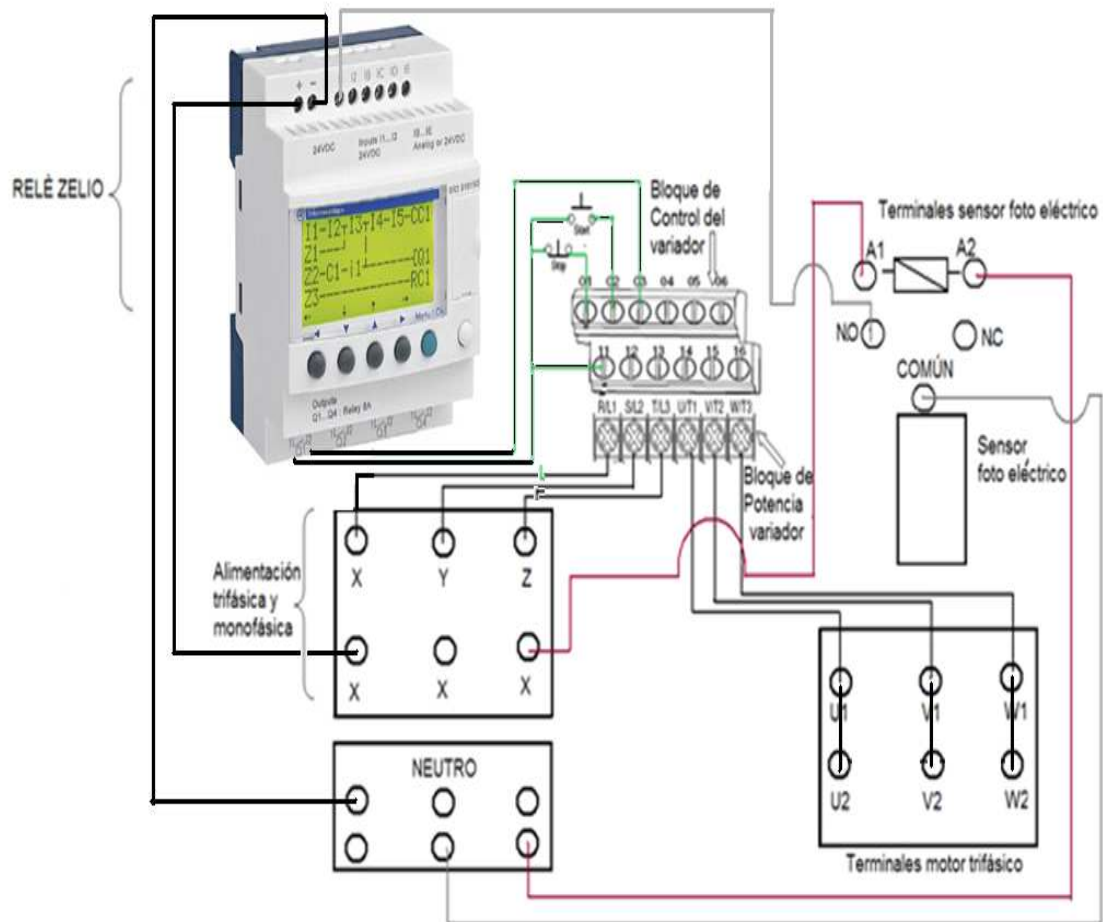

Figura 1. Variador de velocidad, relé programable y sensor fotoeléctrico.
16. Confirme que todas las conexiones en los terminales se encuentren conectadas correctamente en base a la figura 1.